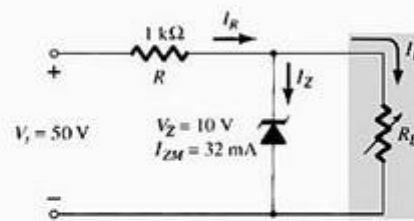

Figura 2.115 Regulador de tensão do Exemplo 2.27.
- (a) Para o circuito da Figura 2.115, determine a faixa de valores de R_L e I_L que manterá V_{RL} em 10 V.